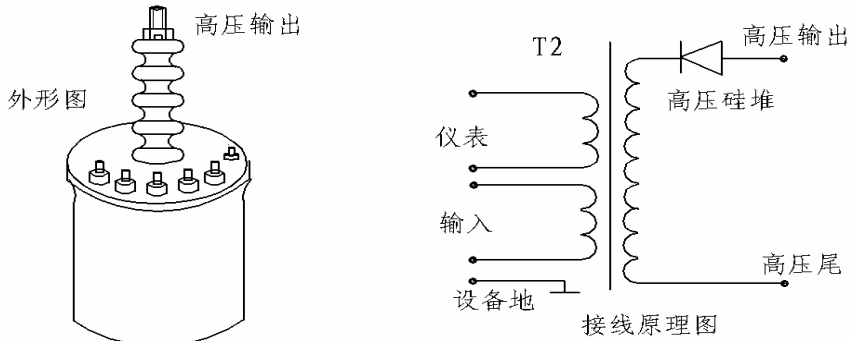

图 2.9 高压试验变压器示意图
5. 高压试验变压器（高压 PT）（选配仪器）：高压闪络测试时，推荐使用功率 1.5—5KW, 输出电压 0—70KV（直流）的交直流两用试验变压器, 也可选用一体化高压试验电源。常用的交直流两用试验变压器其外形图和接线图如图 2.9 所示：